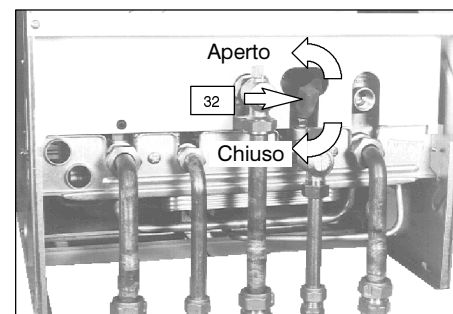
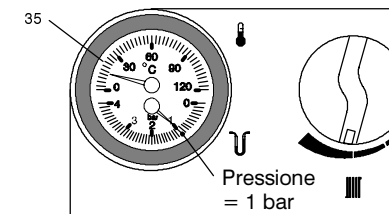

fig. 4.6
fig. 4.7
- 10 Aprire il rubinetto di riempimento (32 in fig. 4.6) del circuito di riscaldamento.
- 11 Riempire il circuito di riscaldamento fino a portare l'indicazione del termomanometro (35) come in fig. 4.7 quindi chiudere il rubinetto di riempimento (32 in fig. 4.6).
- 16 Completare il riempimento fino a portare l'indicazione del termomanometro (35) come in fig. 4.7 quindi chiudere il rubinetto di riempimento.